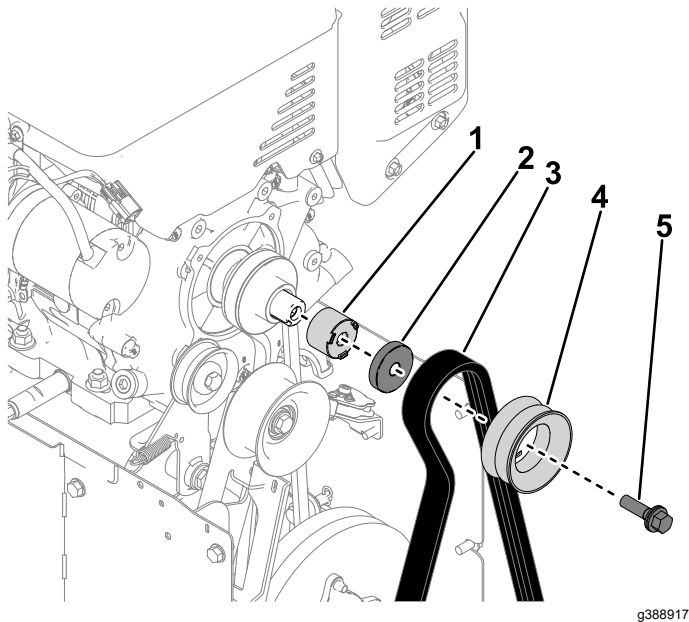

Figura 7
2. Rimuovete il bullone della lama (7/16" x 1¾") che fissa la puleggia del girante all'albero a gomiti. Rimuovete la puleggia, la cinghia della coclea, il supporto della puleggia e la puleggia del distanziale dall'albero a gomiti (Figura 7).